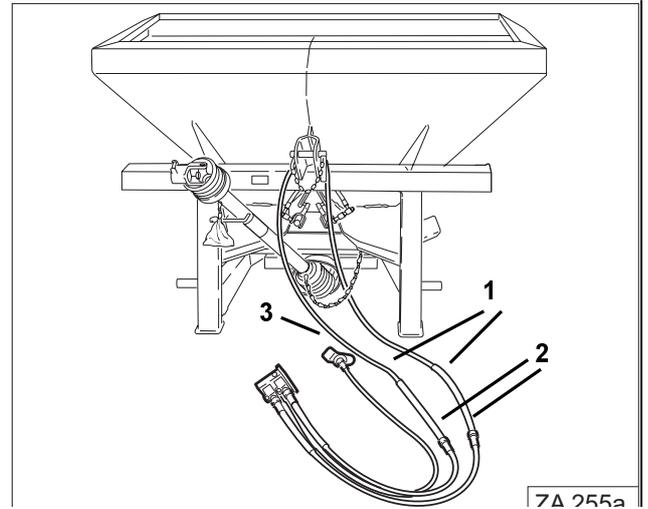

Fig. 59
- Desmontar las conexiones existentes de las mangueras hidráulicas (Fig. 59/1).
- Conectar los acoplamientos hidráulicos (Fig. 59/2) de la unidad de doble vía a las mangueras hidráulicas (Fig. 59/1).
- Fijar el capuchón de protección (Fig. 59/3) a la manguera de conexión.